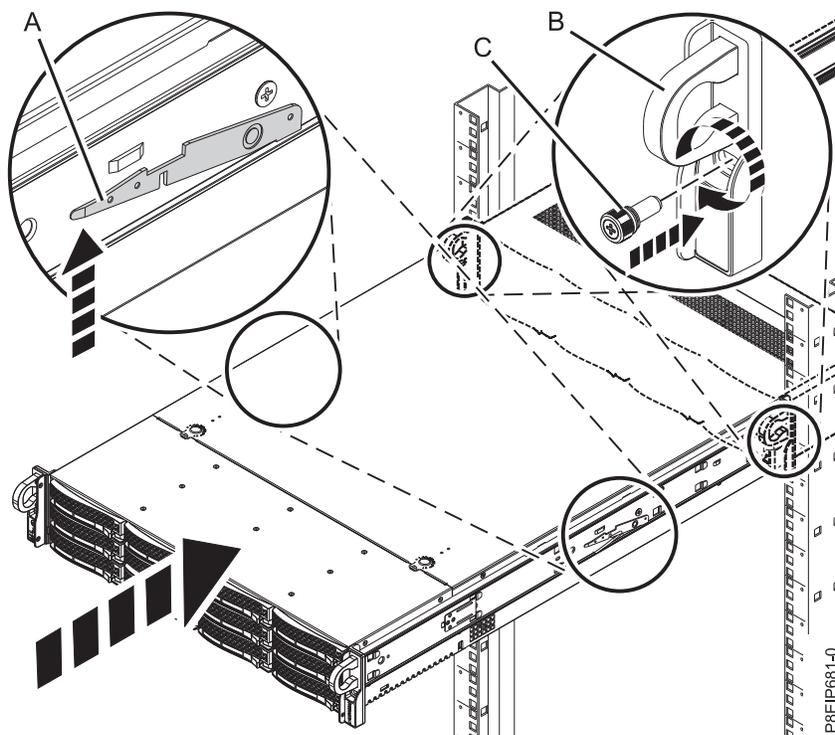

図 99. システムの操作位置への設置
4. レール安全ラッチ (A) を上方に持ち上げて解放し ( 101 ページの図 99 を参照)、システムをラックに完全に押し込みます。